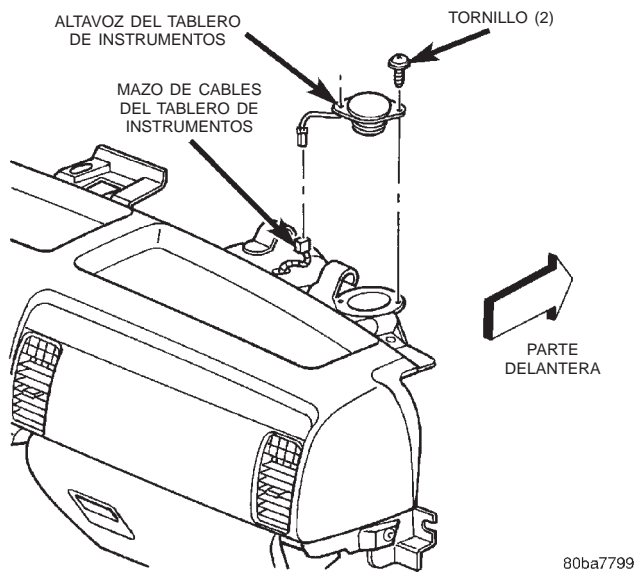

Fig. 8 Desmontaje e instalación del altavoz del tablero de instrumentos
- (1) Desconecte y aisle el cable negativo de la batería.
- (2) Retire la cubierta superior del tablero de instrumentos. Para informarse sobre los procedimientos, consulte **Cubierta superior del tablero de instrumentos** en la sección Desmontaje e instalación del grupo 8E, Sistemas del tablero de instrumentos.
- (3) Desconecte el conector del mazo de cables del tablero de instrumentos del conector del mazo de cables del altavoz (Fig. 8).